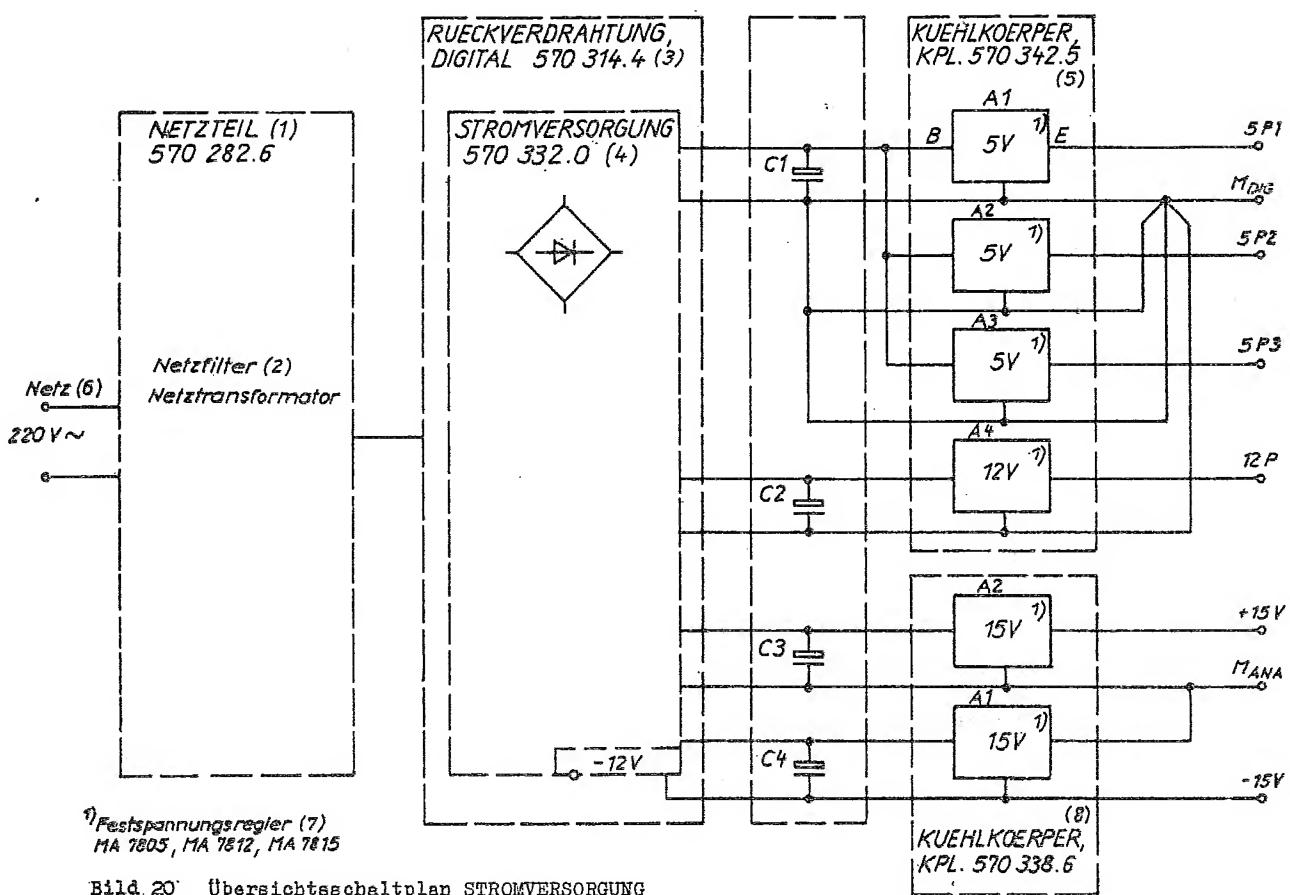

Bild 20 Übersichtsschaltplan STROMVERSORGUNG
9.4. Stromversorgung (siehe Übersichtsschaltplan Bild 20 1)